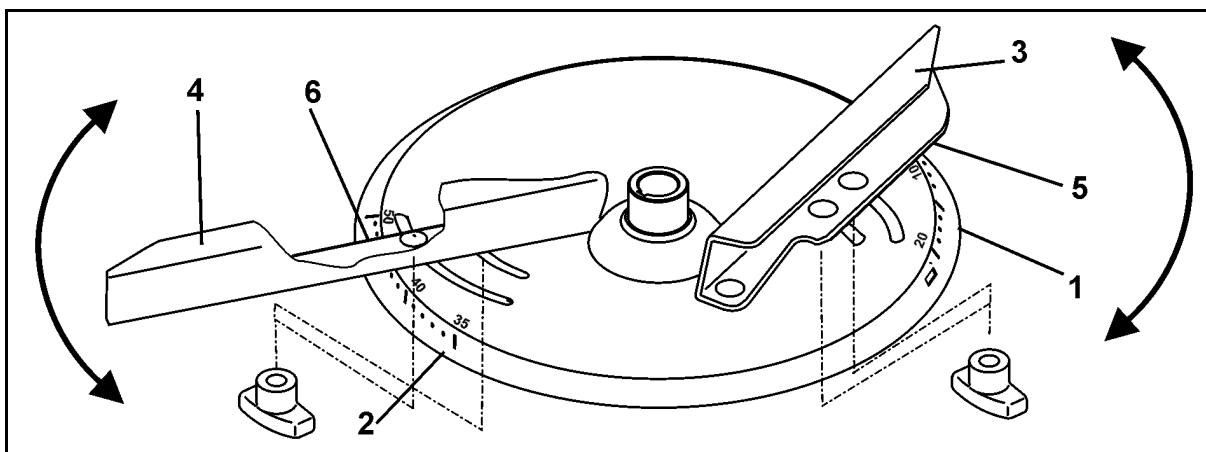

Fig. 54
Pentru reglarea exactă și fără scule a poziției fiecărei palete, pe fiecare disc de împrăștiere sunt amplasate două scale diferite, fără posibilitate de confuzie (Fig. 54/1 și Fig. 54/2).
- Paleteli de împrăștiere mai scurte (Fig. 54/3) îi este atribuită scala (Fig. 54/1) cu valori între 5 și 28, iar paleteli de împrăștiere mai lungi (Fig. 54/4), scala (Fig. 54/2) cu valorile între 35 și 55.
- o Pentru paleta de împrăștiere scurtă (Fig. 54/3) citiți valoarea de reglare pe muchia de citire (Fig. 54/5).
- o Pentru paleta de împrăștiere lungă (Fig. 54/4) citiți valoarea de reglare pe muchia de citire (Fig. 54/6).
- Rabatarea paletelor de împrăștiere la o valoare numerică mai mare pe scala (Fig. 54/1 resp. Fig. 54/2) va avea ca efect o mărire a lățimii de lucru.